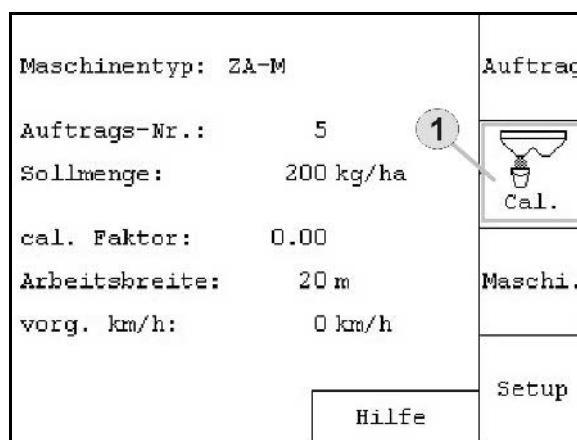

Fig. 39
- Menu principal : appeler le menu Etalonnage (Fig. 39/1).